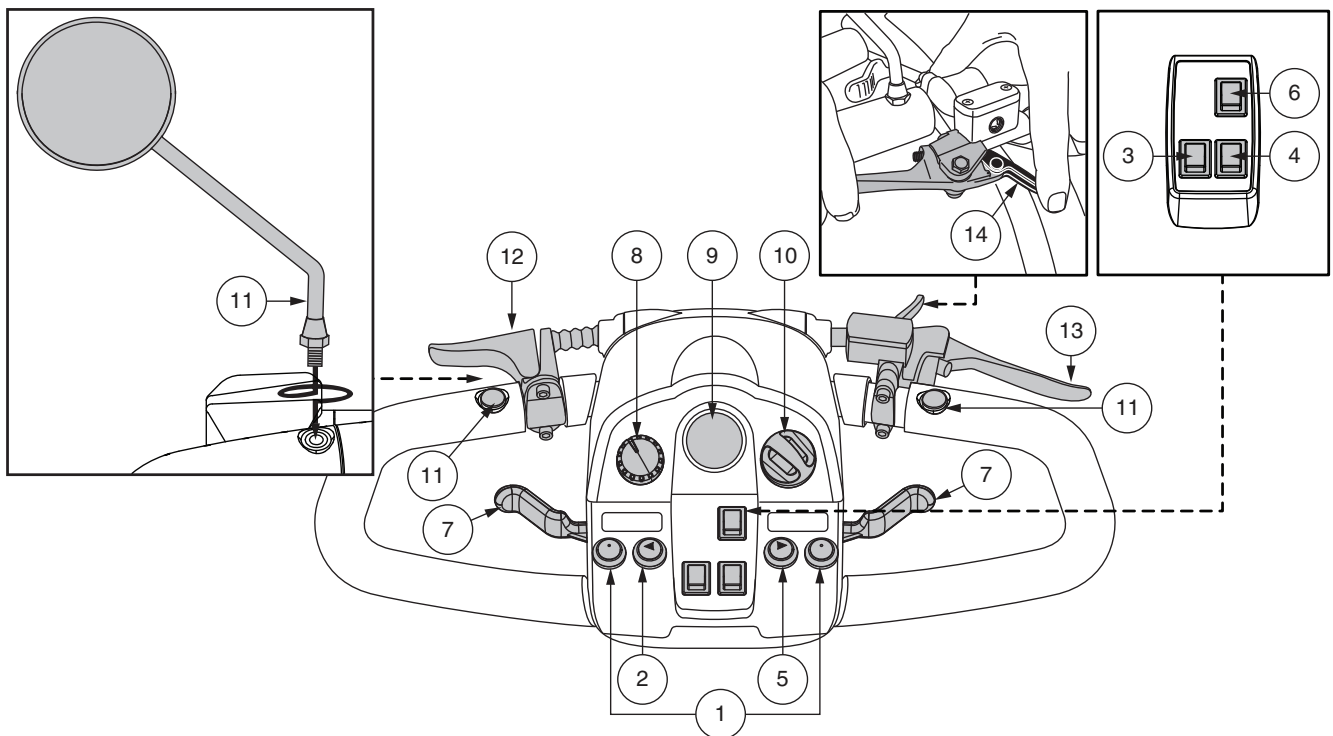

Figura 1. Consola del manillar - Estilo A
Su scooter está equipado con una palanca de freno de mano que se encuentra en el mango del timón. **Consulte la figura 1 y la figura 7.** Esta palanca le proporciona potencia de frenado adicional. El freno de mano es manual y funciona independientemente del sistema de frenado regenerativo de su scooter, que se activa durante el funcionamiento del scooter al soltar la palanca de control del acelerador.
**NOTE:** *Si su freno de mano está equipado con una función de bloqueo como se muestra en la figura 1 o la figura 7, puede activar la función de bloqueo del freno apretando la palanca del freno de mano y girando o empujando la palanca de bloqueo para activar el bloqueo. Para liberar el bloqueo del freno de mano, apriete completamente la palanca del freno de mano. Consulte la figura 1 o la figura 7.*